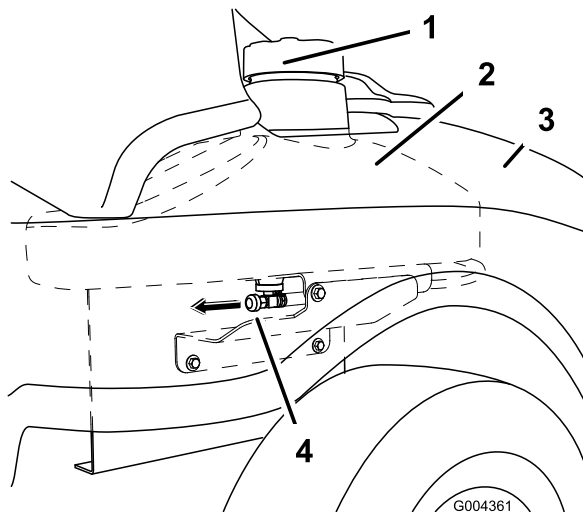

Figure 39
3. Fermez le robinet d'arrivée de carburant situé sous l'avant du réservoir (Figure 39).
7. Ouvrez le robinet d'arrivée de carburant et laissez le carburant s'écouler dans un bidon ou un bac de vidange (Figure 39).